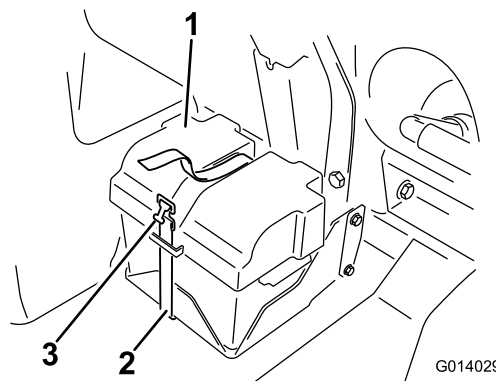
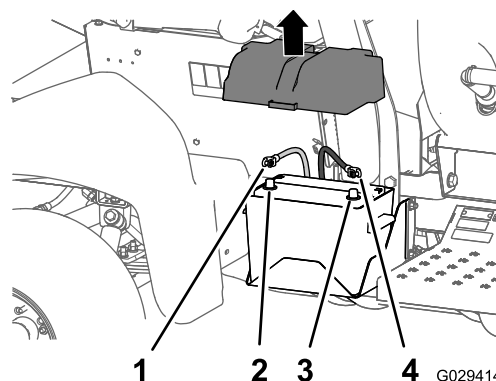

Рисунок 1
Рисунок 2
1. Снимите крышку аккумуляторной батареи и отсоедините отрицательный (черный, земля) кабель от штыря аккумулятора (Рисунок 1 и Рисунок 2).
2. Отсоедините положительный (красный) кабель от штыря аккумуляторной батареи (Рисунок 2).